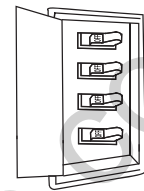

Fig. 1
1. Apague todos los disyuntores del circuito y el interruptor de pared a la línea de suministro de electricidad del ventilador. [Fig. 1]
1. Introduzca el vástago (A) en la cubierta (B) y la cubierta del yugo (F). Pase los cables del bastidor del motor (D) por el vástago (A). [Fig. 1]